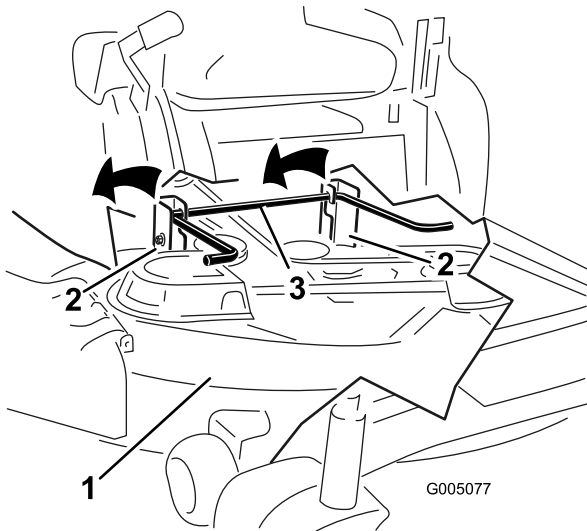
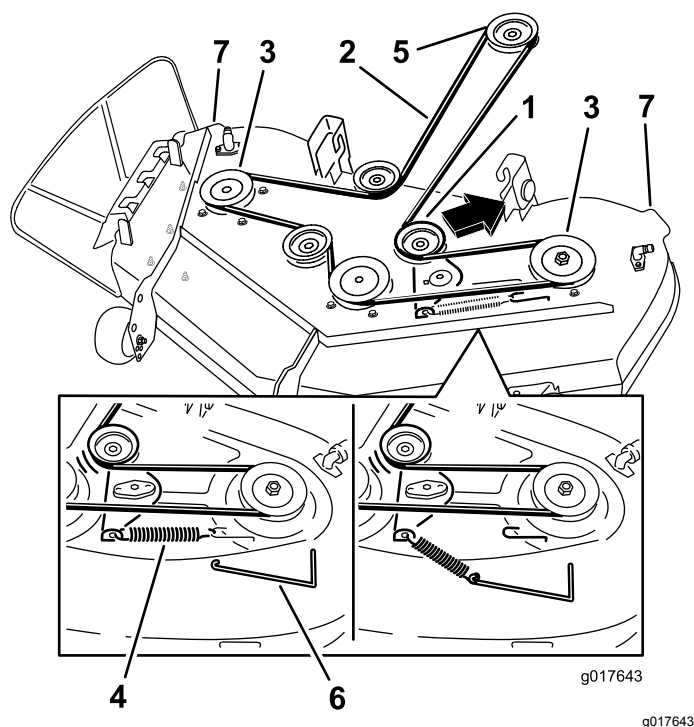

Figure 59
Figure 60
4. À l'aide d'un outil de dépose de ressort (réf. Toro 92-5771), décrochez le ressort du crochet sur le tablier pour éliminer la tension sur la poulie de tension et déchaussez la courroie des poulies (Figure 60).
5. En vous aidant des poignées, soulevez le tablier de coupe et les supports pour les dégager de la tige de levage arrière et abaissez le tablier au sol avec précaution (Figure 59 et Figure 60).
5. Acheminez la courroie neuve autour de la poulie du moteur et des poulies du tablier de coupe (Figure 60).
6. À l'aide d'un outil de dépose de ressort (réf. Toro 92-5771), accrochez le ressort au crochet situé sur le tablier, ce qui a pour effet d'exercer une tension sur la poulie de tension et la courroie du tablier de coupe (Figure 60).
5. Soulevez l'arrière du tablier de coupe et guidez les supports sur la tige de levage arrière (Figure 59).